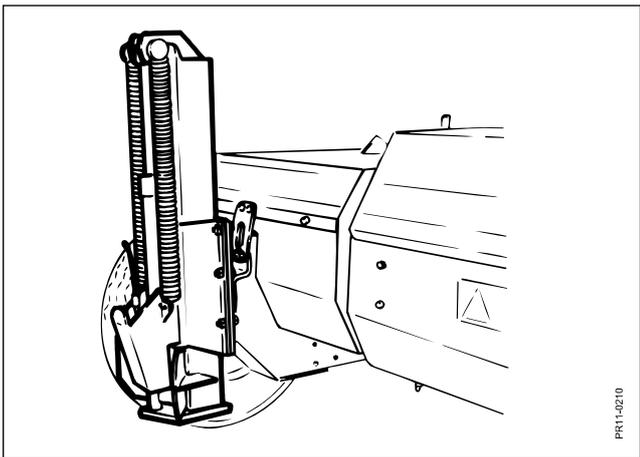

Fig. 3.3
**Fig. 3.3** Pour l'attelage d'une remorque, il faut faire marcher en arrière la machine jusqu'à l'attelage de la remorque, et ensuite attraper l'œil d'attelage de la remorque avec le crochet hitch. Relever la remorque à l'aide de l'hydraulique jusqu'à ce que le cliquet